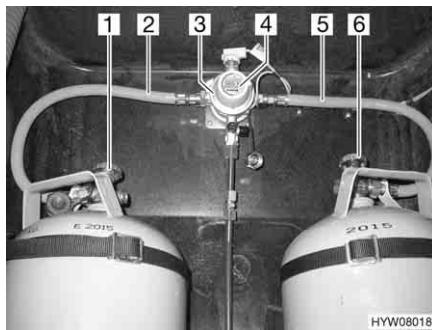
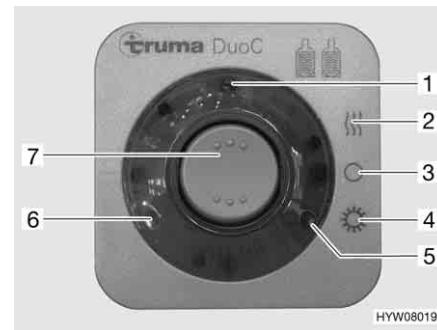

Fig. 49 Impianto di commutazione DuoControl
Fig. 50 Centralina di controllo
L'impianto di commutazione DuoControl è costituito da una valvola di commutazione (Fig. 49,3) e da una centralina di controllo (Fig. 50). La valvola di commutazione è installata tra i tubi del gas (Fig. 49,2 e 5). Con la manopola (Fig. 49,4) sulla valvola di commutazione è possibile stabilire, quale delle bombole del gas viene utilizzata come bombola in uso e quale bombola del gas viene utilizzata come bombola di riserva.
Sulla centralina di controllo (Fig. 50) possono venire azionate solo le funzioni elettriche. Le valvole principali di arresto delle bombole del gas (Fig. 49,1 e 6) devono essere aperti manualmente.
La valvola di commutazione garantisce una pressione del gas costante, indipendentemente da quale bombola provenga l'alimentazione del gas. Le due spie di controllo sulla centralina di controllo indicano il livello di riempimento della bombola in uso. Se è accesa la spia di controllo verde (Fig. 50,6), la bombola in uso è piena. Se è accesa la spia di controllo rossa (Fig. 50,5), la bombola in uso è vuota. Il rifornimento di gas avviene poi tramite la bombola di riserva.
- Aprire le valvole principali di arresto delle bombole del gas (Fig. 49,1 e 6).
- Con la manopola (Fig. 49,4) sulla valvola di commutazione (Fig. 49,3) selezionare la bombola del gas, da cui proviene la principale alimentazione del gas (bombola in uso). Girare la manopola fino all'arresto.
- Sulla centralina di controllo (Fig. 50) attivare l'impianto di commutazione DuoControl. Posizionare l'interruttore a bilico (Fig. 50,7) su funzionamento invernale "On e riscaldamento" (Fig. 50,2) oppure su funzionamento estivo "On" (Fig. 50,4). La valvola di commutazione è ora disareata. La spia di controllo gialla (Fig. 50,1) è accesa, se si seleziona la modalità di funzionamento invernale e l'impianto antighiaccio con regolatore è attivato.
- Portare l'interruttore a bilico (Fig. 50,7) in posizione "O" (Fig. 50,3). La spia gialla di controllo (Fig. 50,1) si spegne.
- Chiudere le valvole principali di arresto delle bombole del gas (Fig. 49,1 e 6).
Le spie di controllo sulla centralina di controllo (Fig. 50,5 e 6) segnalano all'interno del veicolo, se la bombola in uso è pronta al funzionamento.
Se la spia di controllo verde (Fig. 50,6) si spegne durante il funzionamento e la spia di controllo rossa (Fig. 50,5) si accende, significa che la bombola del gas selezionata come bombola in uso è vuota e deve essere sostituita. La bombola di riserva continua ad alimentare le utenze a gas.